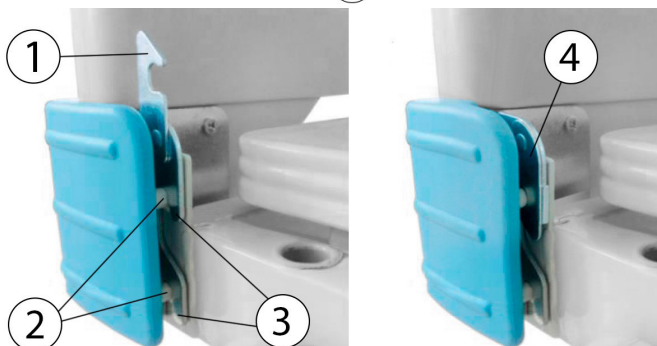

Рис. 7 Схема установки изножья/изголовья
12. Вставьте крючки (2) в основании изножья на специальные штифты (3), установленные на раме кровати, и поворотом рычажных планок (1) зафиксируйте изножье на штифтах (4) (см. Рис. 7).